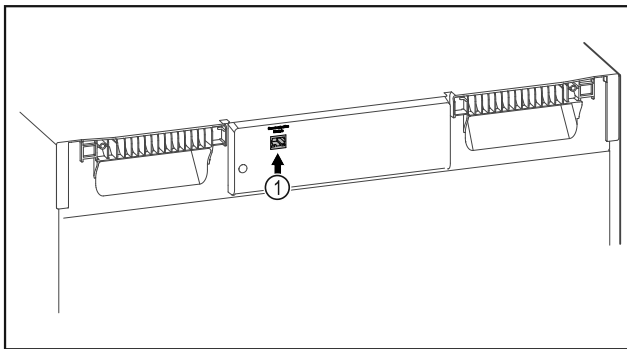

Fig. 142
- Vstavljen je SmartModule Fig. 142 (1).